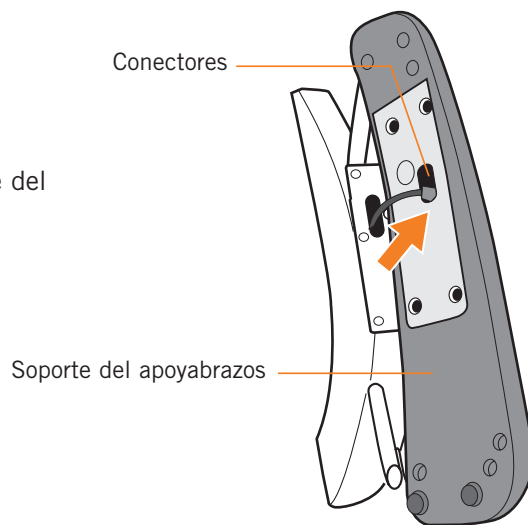

Fig.7
- Empuje los conectores y el cable en el interior del soporte del apoyabrazos (Fig.7).